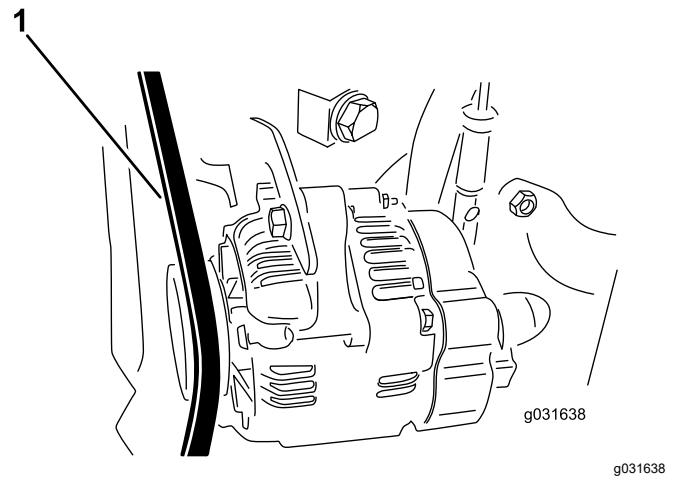

Figura 61
2. Aplique una fuerza de 30 N a la correa del alternador, en el punto intermedio entre las poleas (Figura 61).